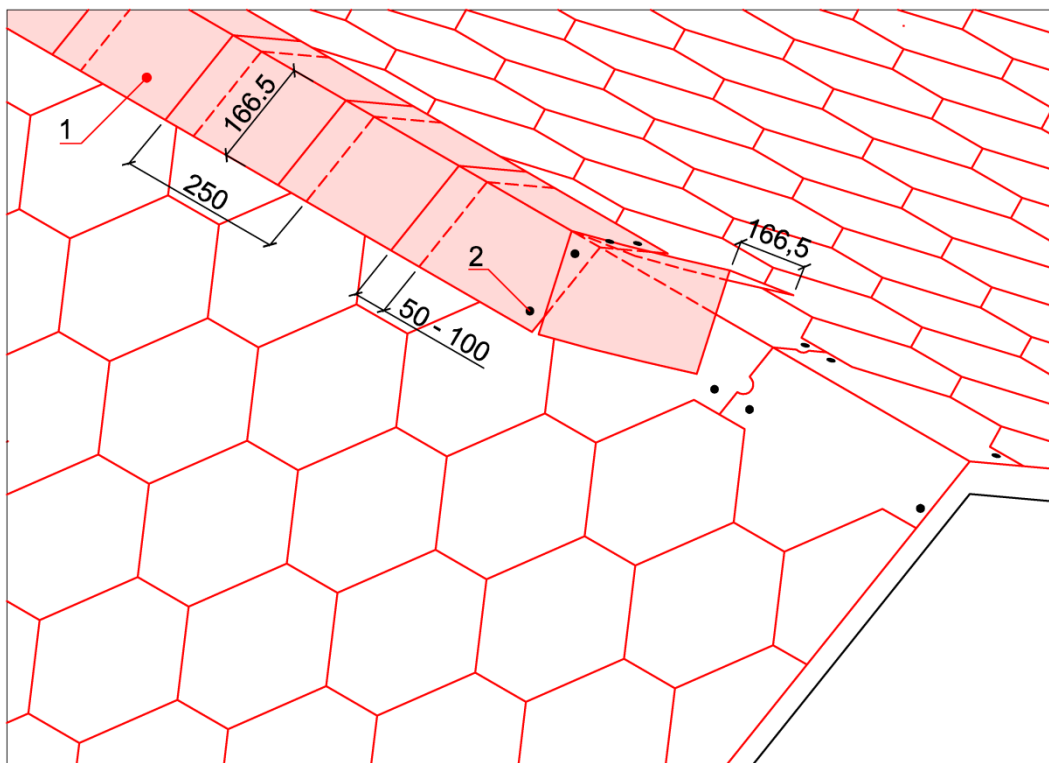

Рис. 11
1.9.2. Рядовую черепицу доводят до такого уровня, при котором места крепления последнего ряда будут закрыты коньковой плиткой. Удалив защитную пленку с нижней стороны, коньковую плитку укладывают короткой стороной параллельно коньку и перегибают на обе стороны ската, затем закрепляют на 4 гвоздя, по 2 с каждой стороны ската. Коньковая плитка укладывается с перехлестом 50-100 мм таким образом, чтобы перекрыть места крепления предыдущей коньковой плитки (Рис. 11). Последнюю коньковую плитку приклеивают битумной мастикой ICOPAL.